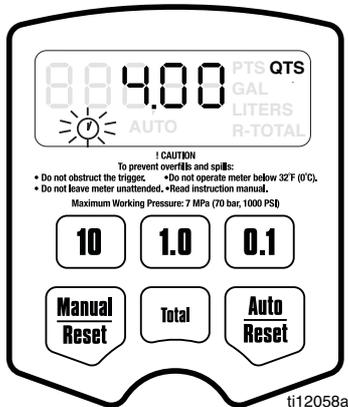

ABB. 28
- e. Drücken Sie die Taste für *Automatik/Zurücksetzen* erneut, um die Anzeige des Menüs Abschaltung Standardmenge (ABB. 28 Seite 20) zu erhalten. Wenn das Menü angezeigt wird, blinkt das **Uhr Piktogramm** und die gespeicherte Abschalt-Standard-Menge wird angezeigt.
Standard-Abschaltmenge (ABB. 28)